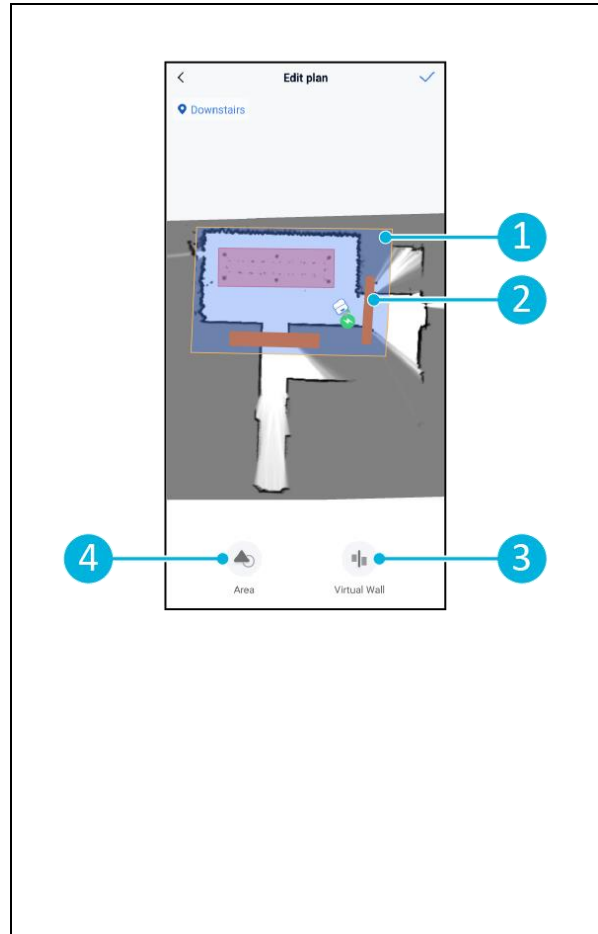

Abbildung 24
5. Erstellen Sie den Bereich (Abbildung 24, Pos.1) und (Abbildung 24, Pos. 4), die der co-botic™ 45 reinigen soll.
6. Erstellen Sie bei Bedarf eine virtuelle Wand (Abbildung 24, Pos.2) und (Abbildung 24, Pos. 3).
6. Erstellen Sie bei Bedarf eine virtuelle Wand (Abbildung 24, Pos.2) und (Abbildung 24, Pos. 3)